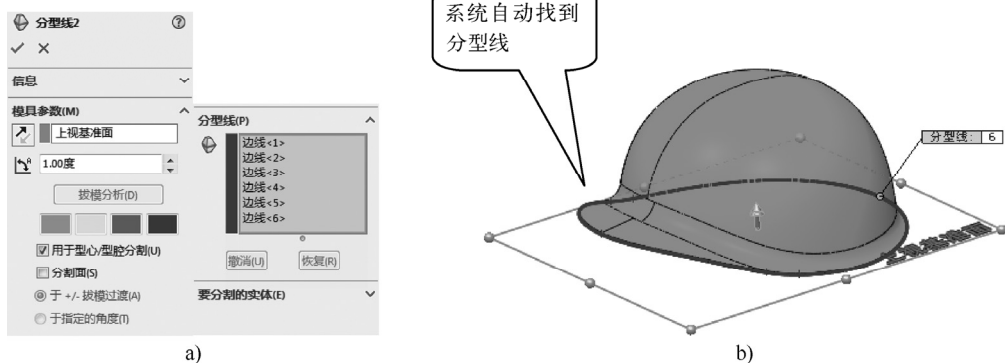

图 10-48 创建分型线操作
STEP 2 单击“模具工具”工具栏的“分型线”按钮，选择“上视基准面”作为拔模参照面，单击“拔模分析”按钮，系统自动找到分型线，如图 10-48 所示，单击“确定”按钮继续。